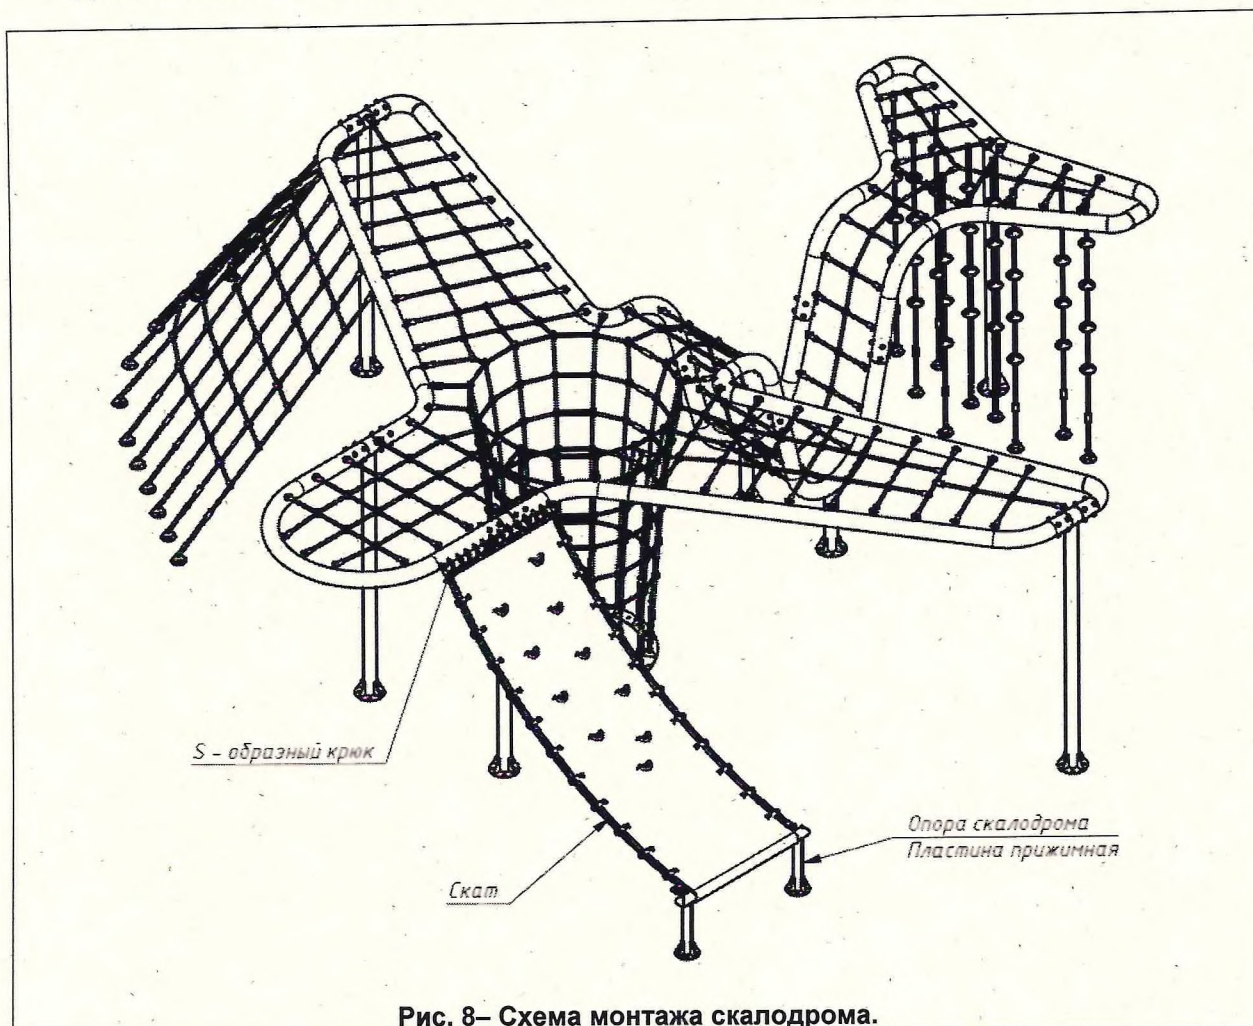

Рис. 8– Схема монтажа скалодрома.
22.10. Установить скалодром на каркас согласно (Рис. 8) Полотно скалодрома крепится к каркасу S – образными крюками. После установки крюки обжечь. Канаты скалодрома крепятся к каркасу и опоре скалодрома винтами М8 х 40 с шайбами М8 и гайками М8. Полотно скалодрома к опоре крепится с помощью прижимной пластины и винтов М8 х 35 с шайбами М8 и гайками М8